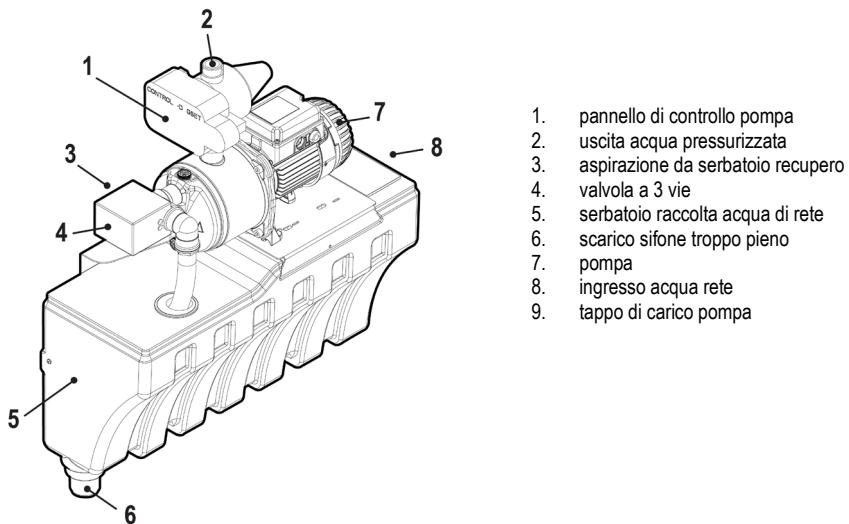

Figura 02
1. Collegare il tubo di aspirazione al raccordo indicato in figura 02 punto 3.
1. Collegare il tubo di mandata attraverso il flessibile in dotazione al raccordo da 1" indicato in figura 02 punto 2.